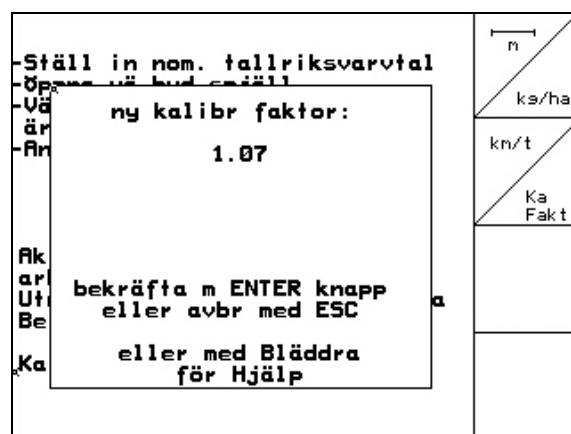

Fig. 34
- Den nya kalibreringsfaktorn visas (Fig. 34).